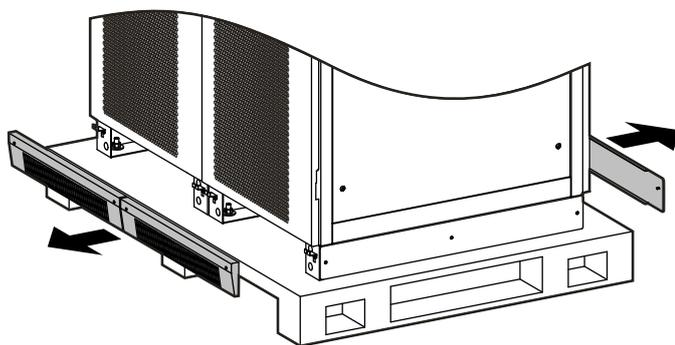

Рис. 3.5 Демонтаж нижней панели
- Если ИБП в порядке, демонтируйте крепежные винты в передней и задней части крышки, в нижней части шкафа. (Как показано на **Рис. 3.5**), с помощью отвертки, снимите переднюю и заднюю панель.